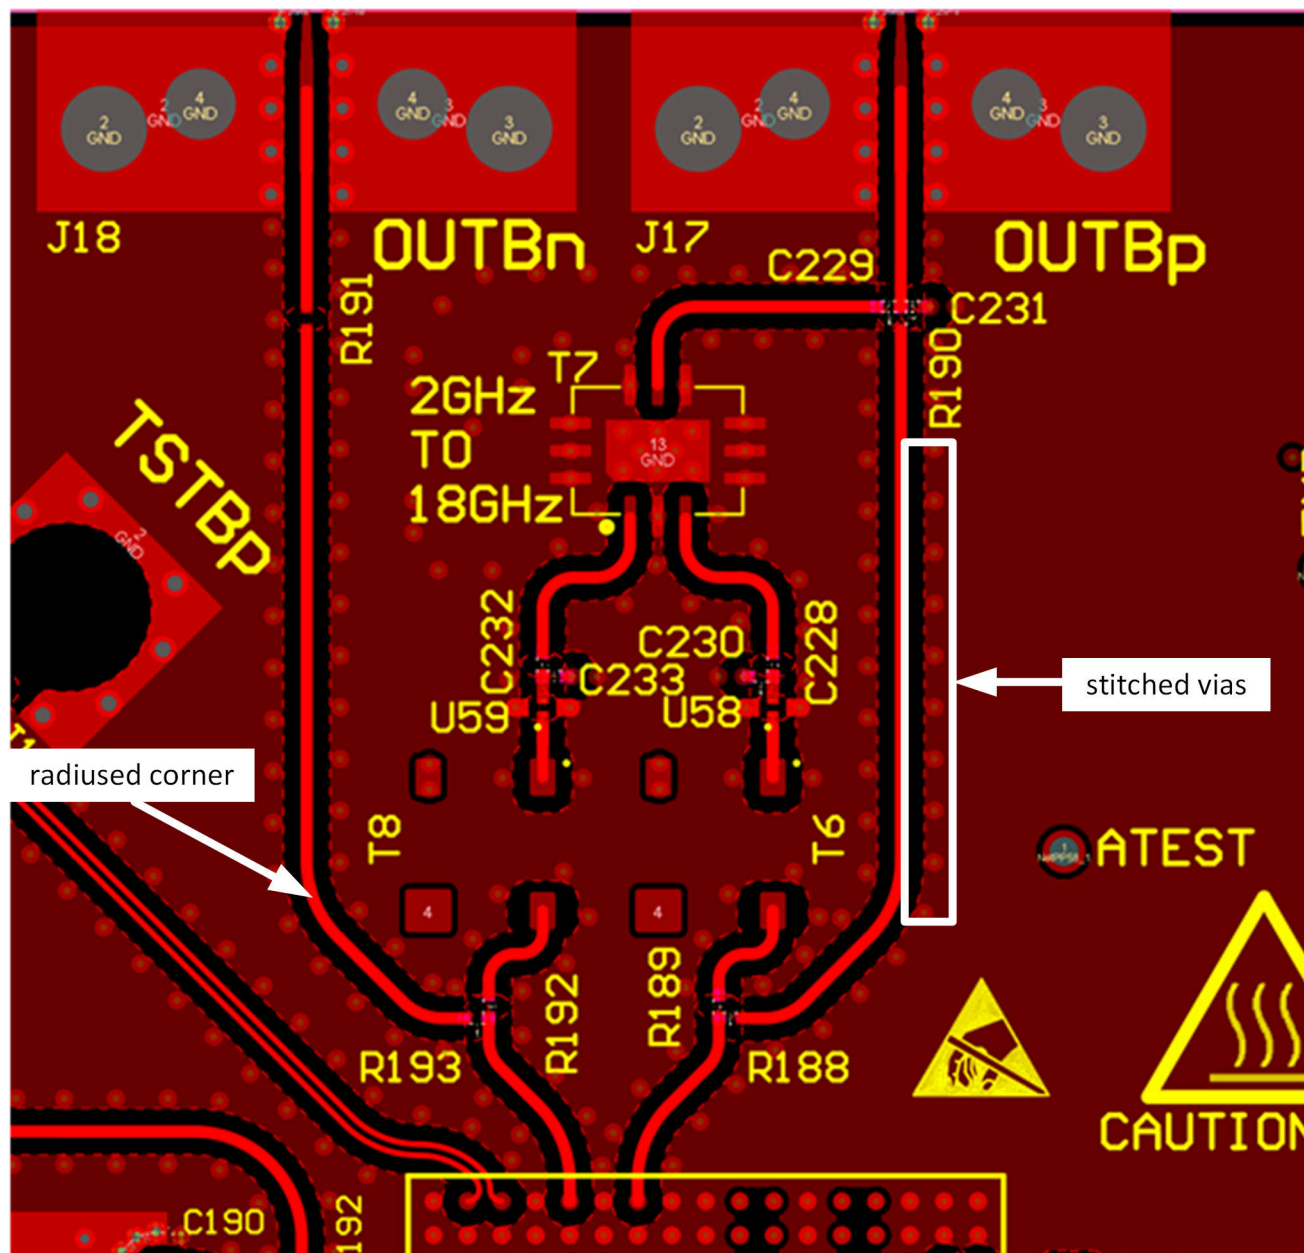

图 9-10. 高速信号布线旁边的半径角和拼接过孔
4. 使用平滑的辐射角并避免 45 或 90 度弯曲，以减少模拟和数字信号布线的所有高速输入/输出上的阻抗不匹配。详情请参考图 9-10。
7. 在由布线传输的最大频率 ($\lambda/4$) 决定的适当间距下, 提供与任何高速信号相邻的对称接地连接拼接过孔。详情请参考图 9-10。